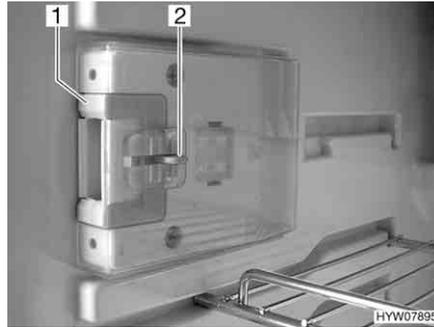
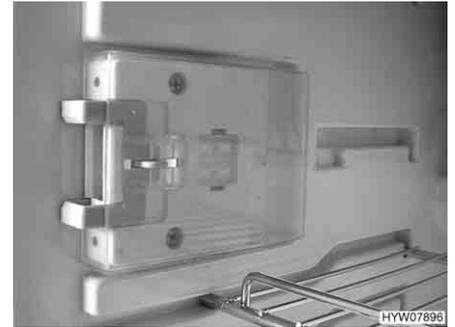

Bild 223 Verschlusseinrichtung in Normalstellung
Bild 224 Verschlusseinrichtung in Lüftungsstellung
- Die Entriegelung (Bild 223,2) eindrücken.
- Die Verschlusseinrichtung (Bild 223,1) nach vorn schieben (Bild 224).